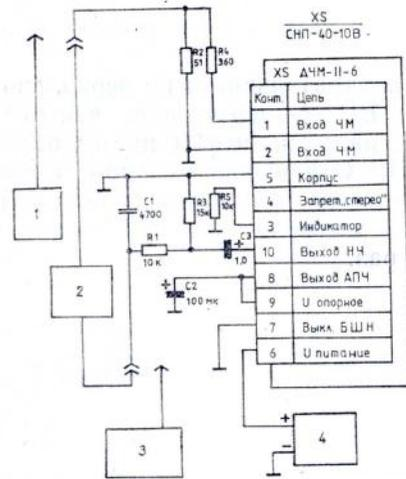

Рис. 7.
6.7.1. Подключите приборы согласно рис. 7.